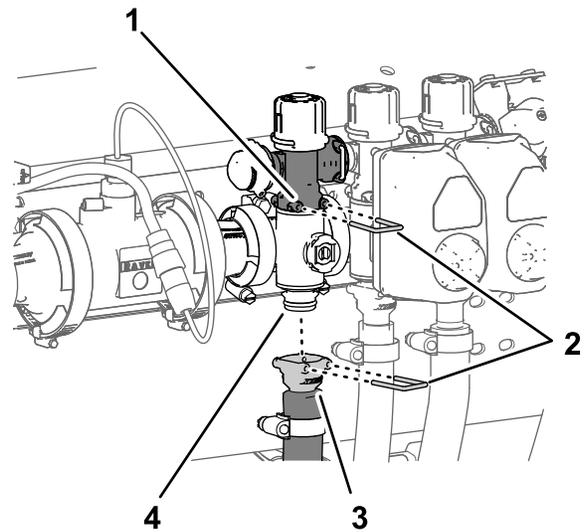

Bild 110
1. Entfernen Sie den Schnellkupplungsstift, mit dem die Schnellkupplung für das Abschnittsicherheitsventil am Abschnittverteilerventil befestigt ist (**Bild 110**).
2. Entfernen Sie den Schnellkupplungsstift, mit dem die Schnellkupplung für den Abschnittzulaufschlauch am Verteiler für das Schnellkupplungsanschlussstück des Abschnittverteilerventils befestigt ist (**Bild 110**).